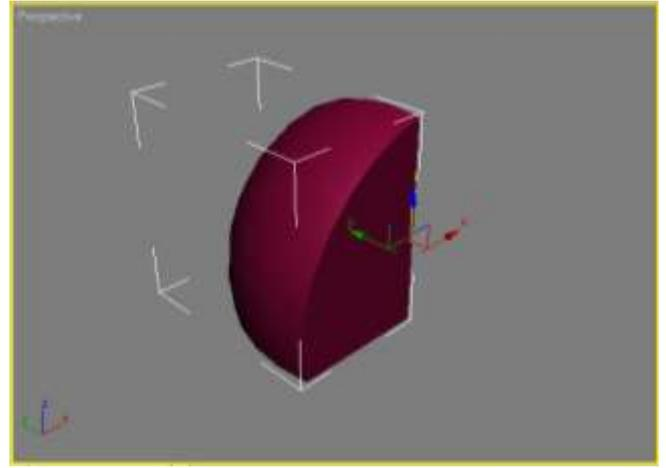

Рис. 3 – Объекты после выполнения булевой операции **Intersection** (Пересечение)
- **Intersection (Пересечение)**. Результатом булевого пересечения двух объектов будет поверхность, состоящая из общих участков этих объектов (рис. 3).